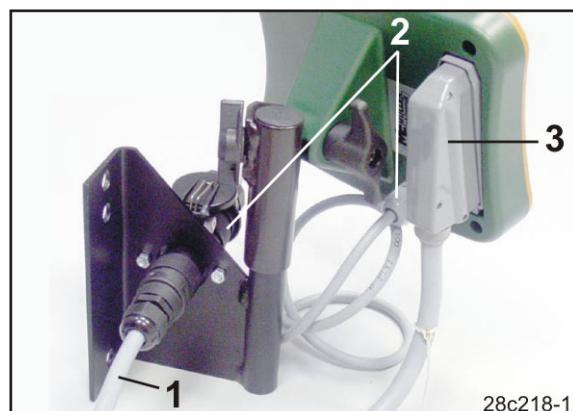

Рис. 19
2. Подсоедините кабель питания (Рис. 19/1) к консоли и к 12-вольтному гнезду на тракторе.
3. Соедините консоль и терминал управления кабелем питания (Рис. 19/2).
5. Проведите кабель машины в кабину трактора и вставьте штекер машины (Рис. 19/3) в терминал.